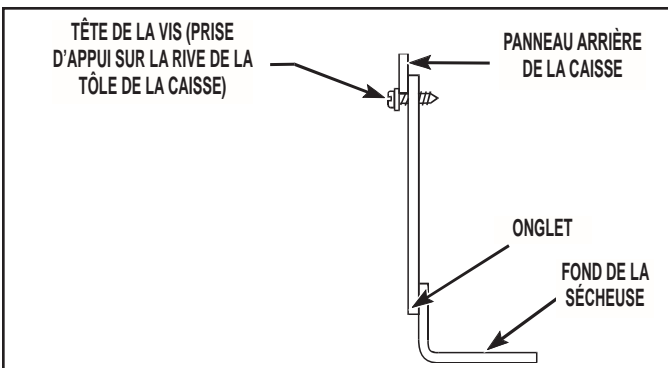

FIGURE 21
23. Utiliser la vis fournie avec l'ensemble pour immobiliser la plaque à la position correcte; insérer la vis de retenue dans le plus petit trou de la plaque pour immobiliser la plaque à la position identifiée à la *Figure 21*.